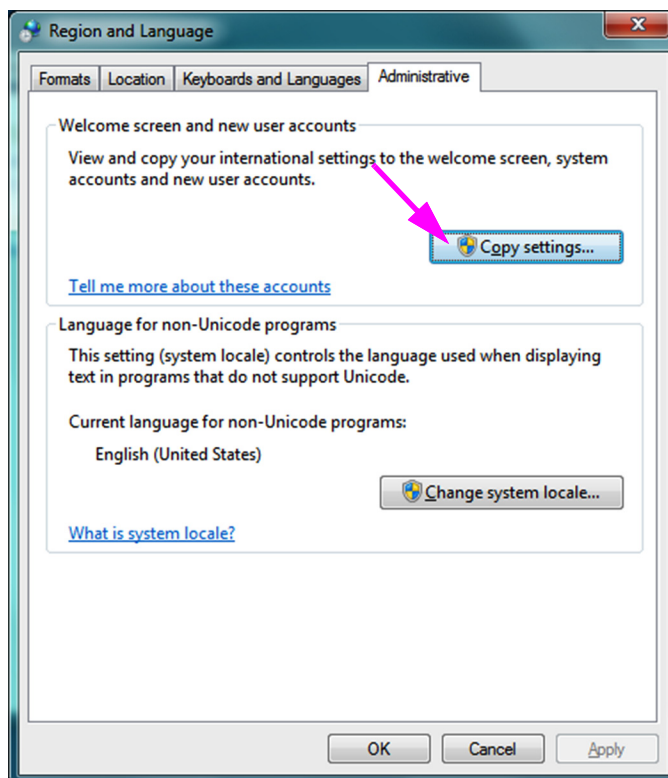

Figura C-16. Schermata Region and Language (Paese e lingua), scheda Administrative (Opzioni amministrative)
6. Fare clic sulla scheda **Administrative (Opzioni amministrative)**. Viene visualizzata la scheda Administrative (Opzioni amministrative) (vedere la Figura C-16).